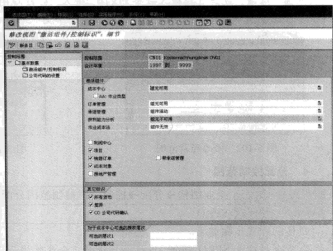

图 5-106 单击“激活组件/控制标识”选项
STEP 2 在右边栏目中选择一条控制范围，然后单击左树中的“激活组件/控制标识”选项，右栏中将显示针对该控制范围对应的激活组件，如图 5-106 所示。